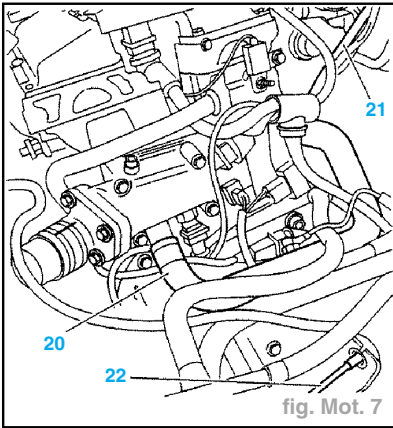
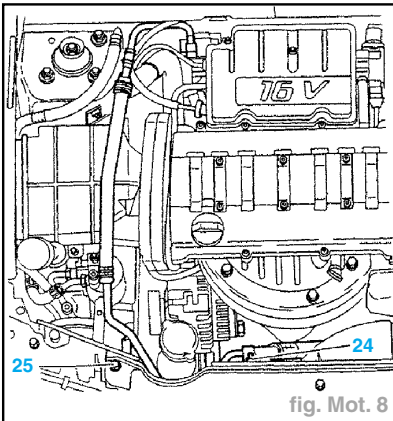

fig. Mot. 7
fig. Mot. 8
- Débrancher (fig. Mot. 7) :
- le tuyau d'entrée d'aérotherme (20),
- le raccord encliquetable (21) de prise de dépression pour l'assistance au freinage,
- Dévisser et déposer les pattes support (24) et (25) du circuit de climatisation (fig. Mot. 8).